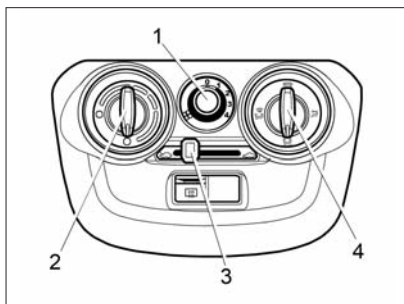
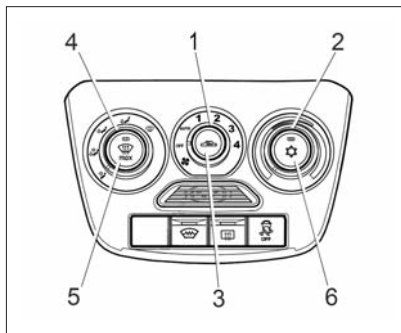

Рис. 41. Блок управления системой вентиляции и отопления
Рис. 43. Блок управления климатической системой (в вариантном исполнении)
Отопительно-вентиляционная установка автомобиля предназначена для создания в салоне комфортной температуры воздуха, значение которой регулируется блоком управления системой вентиляции и отопления (рис. 41). Однако она не может обеспечить в салоне температуру ниже, чем имеет наружный воздух.
- **рукоятку 2** (см. рис. 41) повернуть по часовой стрелке в крайнее правое положение до упора (синяя точка на блоке управления), а **в вариантном исполнении (см. рис. 43)** повернуть против часовой стрелки в крайнее левое положение синей зоны;
- **рукоятку 1** (см. рис. 41) переключателя режимов работы элек-
- **рукоятку 2** (см. рис. 41) повернуть против часовой стрелки в крайнее левое положение до упора (красная точка на блоке управления), а **в вариантном исполнении (см. рис. 43)** повернуть по часовой стрелке в крайнее правое положение красной зоны;
- **рукоятку 1** (см. рис. 41) переключателя режимов работы вентилятора поставить на скорость в зависимости от степени запотевания стекол.
- **рукоятку 4** (см. рис. 41) установить в положение ;
- **рукоятку 1** (см. рис. 41) переключателя режимов работы вентилятора отопителя поставить на максимальную скорость подачи воздуха в салон.
- **рукоятку 2** (см. рис. 41) повернуть против часовой стрелки в крайнее левое положение до упора (красная точка на блоке управления), а **в вариантном исполнении (см. рис. 43)** по часовой стрелке в крайнее правое положение красной зоны;
исполнении (см. рис. 43) режим рециркуляции включается и выключается кнопкой 3.
После мойки автомобиля в холодное время года при температуре окружающего воздуха ниже 0°C рекомендуется включать вентилятор системы вентиляции и отопления салона переключателем 1 (см. рис. 41 и 43) на 3-4 скорость на время около 2-3 минут.
В вариантном исполнении автомобиль комплектуется климатической установкой (рис. 43). Кли-
Несмотря на то, что внешний вид и расположение органов управления климатической установкой отличаются от органов управления системой вентиляции и отопления (см. рис. 41), логика и алгоритмы управления, описанные выше для системы вентиляции и отопления, верны и для климатической установки. Кроме того, климатическая система позволяет обеспечивать охлаждение воздуха, подаваемого в салон автомобиля, автоматический режим поддержания заданной температуры воздуха в салоне и автоматический режим очистки ветрового стекла.
2. Включите вентилятор, установив **рукоятку 1** (рис. 43) в одно из положений «1», «2», «3», «4» или «АВТО».
4. Включите максимальную скорость вентилятора климатической установки, установив **рукоятку 1** (см. рис. 43) в положение «4».
С помощью **рукоятки 2** (см. рис. 43) можно установить желаемую температуру воздуха в салоне. Климатическая система будет автоматически поддерживать установленную температуру воздуха в салоне в пределах производительности климатической установки и установленного допуска. Для наиболее эффективной работы в автоматическом режиме поддержания заданной температуры **рукоятка 1** управления вентилятором климатической системы должна быть включена в положение «АUTO» (для автоматического управления скоростью подачи воздуха).
При повторном нажатии **кнопки 5** (см. рис. 43) с символом  автоматический режим очистки ветрового стекла выключится и климатическая система вернется в исходное состояние.